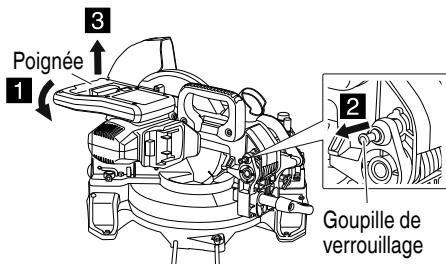

Fig. 6
**3. Retirer tous les matériaux d'emballage qui sont attachés ou connectés à l'outil avant d'essayer de le faire fonctionner.****4. Déblocage de la goupille de verrouillage. (Fig. 6)**